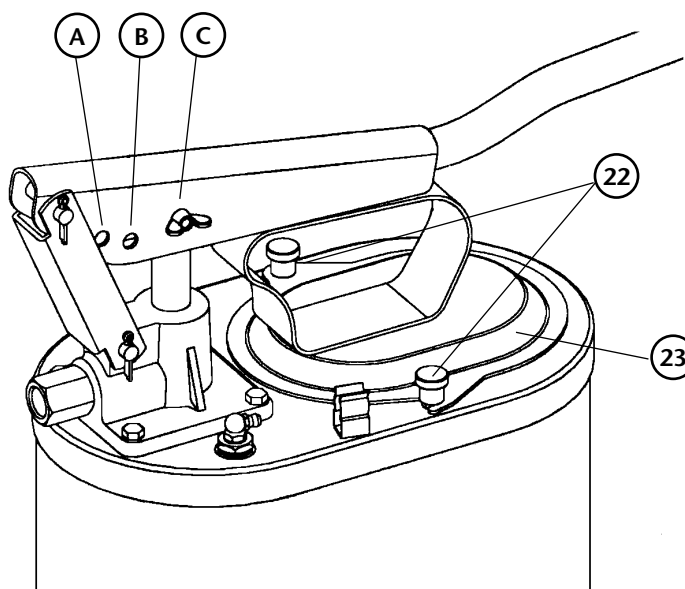

Fig. 3
To fill the container, lift up the lever and loosen the knurled screws (22) and slide aside the cover (23) (Fig. 3). Fill the container with grease and compact it well to get rid of air pockets.
Llenar el depósito levantando la palanca, aflojando los tornillos moleteados (22) y deslizando la tapa (23) (Fig. 3). Compactar la grasa bien para que no coja bolsas de aire.
Remplir le réservoir en levant le levier, en desserrant les vis (22) et en soulevant le couvercle (23) de l'appareil (voir Fig.3).